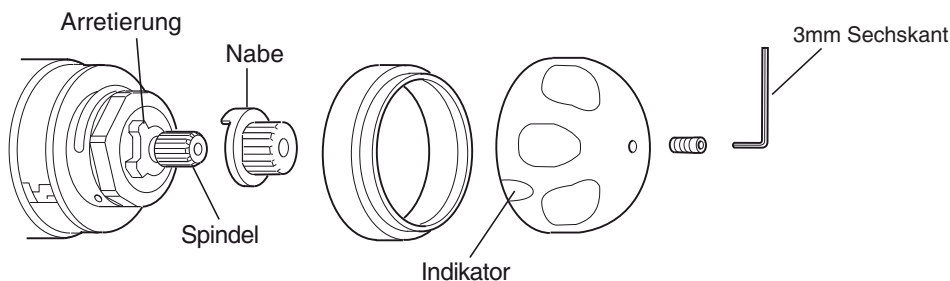

Abbildung 4
2. Entfernen Sie mit Hilfe des 3mm-Sechskantschlüssels (im Lieferumfang enthalten) den Temperaturreguliergriff, den Verkleidungsring aus Kunststoff und die Nabe auf der Temperaturspindel (siehe Abbildung 4 und 5).